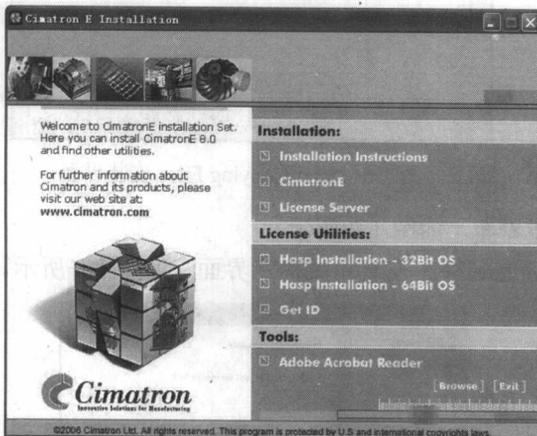

图 1-1 安装程序选择界面
(1) 将 Cimatron E8.0 安装光盘放进光驱后会自动运行,然后出现如图 1-1 所示的安装程序选择界面。